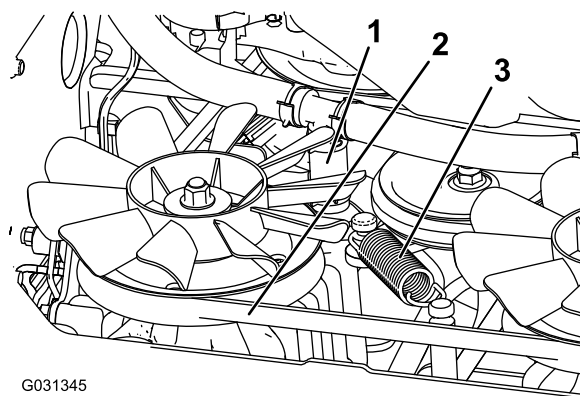

Figura 67
5. Retire la manguera hidráulica inferior (Figura 67).
6. Retire el muelle tensor (Figura 67).
7. Retire la correa de la carcasa del embrague y del tope del embrague (Figura 67).